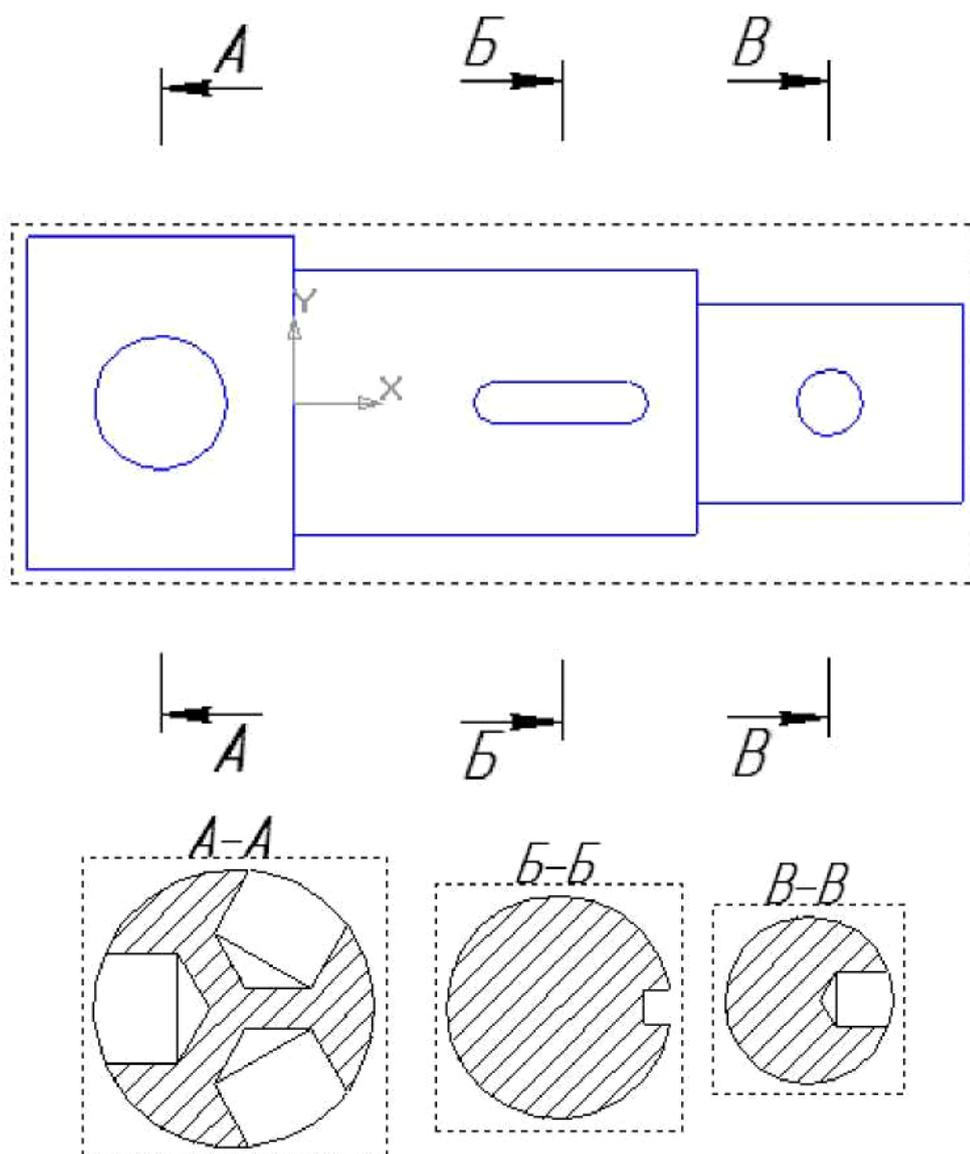

Рисунок 6.21
расположенную на панели инструментов Обозначения компактной панели инструментов (рис. 6.21).
11. Для построения сечений используем команду  Разрез/Сечение. На рис. 6.21 показан чертеж модели с сечениями, выполненными системой КОМПАС.